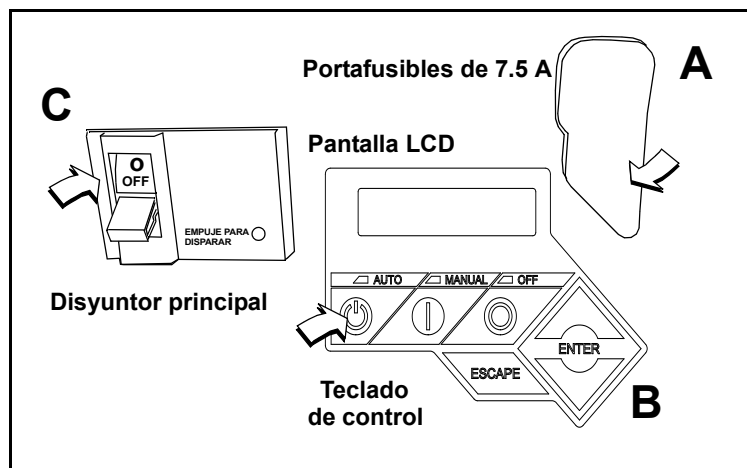

Figura 5-20. Tablero de control del generador
1. Tire hacia arriba de la protección de caucho que cubre el portafusibles e instale el fusible de 7.5 A. Vea A en la Figura 5-20.
3. Pulse AUTO en el teclado de control. Un LED verde se ilumina para confirmar que el sistema está en el modo AUTO (Automático). Vea B en la Figura 5-20.
4. Mueva el interruptor del disyuntor principal hacia arriba a la posición ON (Cerrado). Vea C en la Figura 5-20.